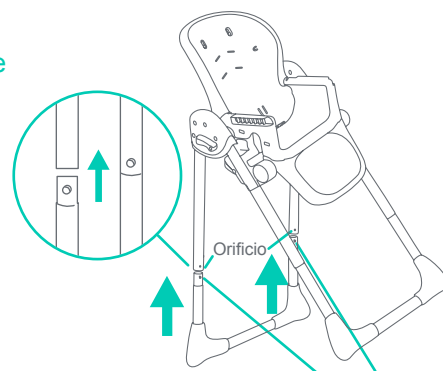

Fig. 8
- 8) • Introduzca otra pata en los extremos del tubo trasero de los conjuntos de marco superior izquierdo y derecho (Fig. 8).